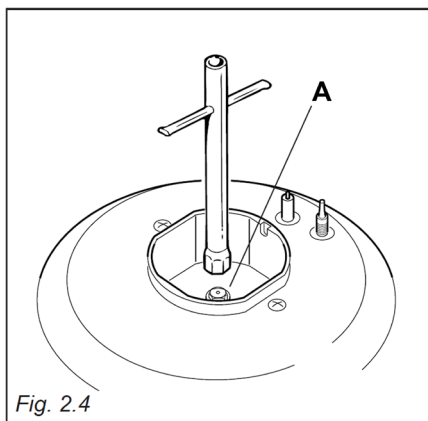

Fig. 2.4
- Remplacez les gicleurs "A" (fig. 2.4 – 2.5) par ceux adaptés au gaz à utiliser, à l'aide d'une clé plate.